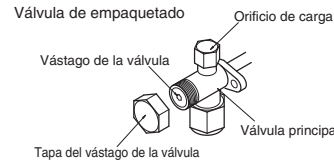

Fig. 7-8
- Si la válvula de empaquetado se deja durante mucho tiempo con la tapa del vástago de la válvula quitada, el refrigerante se fugará por la válvula. Por lo tanto, no deje el vástago de la válvula con la tapa quitada. (Fig. 7-8)